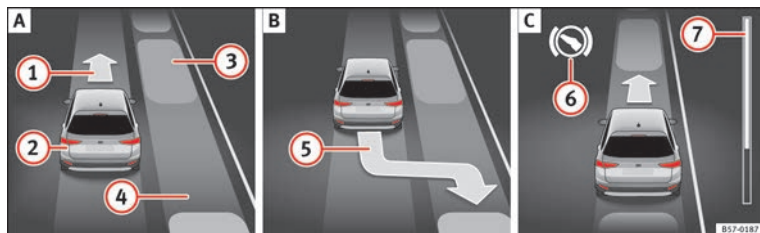
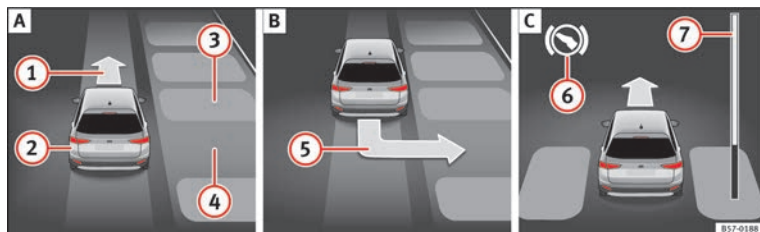

Fig. 220 Sul display del quadro strumenti: parcheggiare in linea **A** Cercare uno spazio di parcheggio. **B** Posizione di parcheggio. **C** Manovrare.
Fig. 221 Sul display del quadro strumenti: parcheggiare a pettine. **A** Cercare uno spazio di parcheggio. **B** Posizione di parcheggio. **C** Manovrare.
Legenda della **fig. 220** e **fig. 221**:
» **fig. 220** ⑦ e » **fig. 221** ⑦ mostra simbolicamente nel display del quadro strumenti la distanza relativa ancora da percorrere. Maggiore è la distanza, maggiore sarà il riempimento della barra di avanzamento. Circolando con la marcia in avanti, il contenuto della
Nella visualizzazione del display del quadro strumenti controllare se lo spazio è stato rilevato come "idoneo" ed è stata raggiunta la posizione corretta per parcheggiare » fig. 220 [B] o » fig. 221 [B] .
OPPURE: retrocedere finché nel display del quadro strumenti non comparirà l'indicazione di spostarsi con la marcia in avanti » fig. 220 [C] o » fig. 221 [C] .
9.	L'assistente di parcheggio dirige il veicolo con la marcia in avanti o in retromarcia fino a posizionarlo al centro dello spazio di parcheggio » fig. 220 [C] o » fig. 221 [C] .